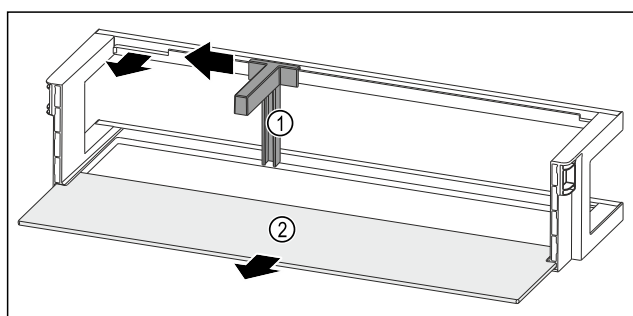

Fig. 120 Dørhylle med flaskeholder og oppstillingsplass
- Skyv flaskeholderen Fig. 120 (1) frem til fordypningen til side.
- Fjern flaskeholderen Fig. 120 (1).
- Fjern oppstillingsplassen Fig. 120 (2).